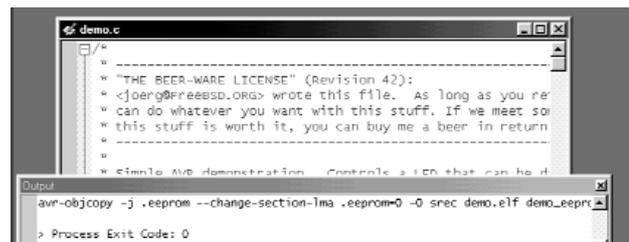
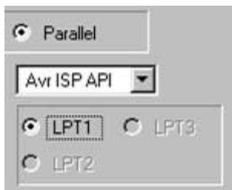
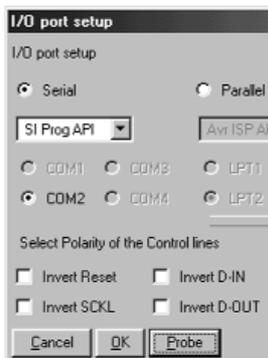

рис.5
рис.6
рис.7
1. Запустить на выполнение текстовый редактор PN: "Пуск – Программы – WinAVR – Programmers Notepad". Закрыть окно New, чтобы оно не мешало работе. Загрузить файл демонстрационной Си-программы: "File – Open – <выбрать путь C:\WinAVR\examples\demo\demo.c> – Открыть". Произвести из начального меню компиляцию программы: "Tools – make all", дождаться надписи в нижнем окне экрана "Process Exit Code: 0" (рис.5). После этого в папке с Си-программой появятся 10 новых файлов, среди которых hex-файл demo.hex с кодами прошивки МК.
4. В начальном меню PonyProg выбрать опции: "Setup – Interface Setup", затем для LPT-адаптера поставить точки возле пунктов Parallel, LPT1 или LPT2, выбрать строку Avr ISP API (рис.6). Для COM-адаптера поставить точки возле пунктов Serial, COM1 или COM2, выбрать строку SI ProgAPI (рис.7). Для COM-адаптера с буферной микросхемой 74HC125 ("Ступень 1", рис.5) дополнительно поставить точку возле Invert Reset. Проверить исправность аппаратной части адаптера нажатием кнопки "Probe", в ответ должно появиться сообщение "Test OK" (исправно) или "Test Failed" (найти и устранить неисправность в адаптере). Для возврата в начальное меню нажать два раза ОК.